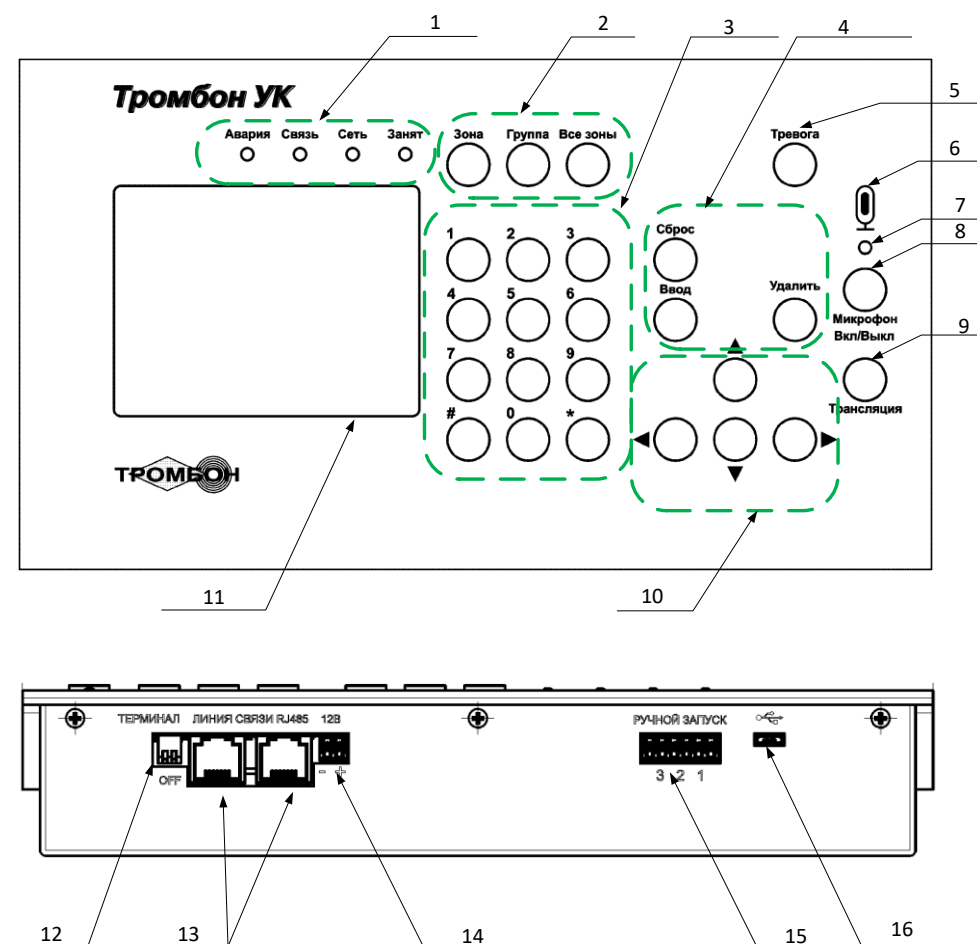

Рис.3.1
3.1 Удалённая микрофонная консоль «Тромбон УК» предназначена для дистанционного управления и контроля за приборами типа «Тромбон ПУ-4», «Тромбон ПУ-8» (выпуска с 02.2016) и «Тромбон ПУ-М». Внешний вид УК и расположение органов управления приведены на рис. 3.1.
ВНИМАНИЕ! У последней в линии Консоли обязательно должен быть включен нагрузочный резистор. Включение резистора выполняется переключателем п.12 (рис. 3.1) в положение «включено».